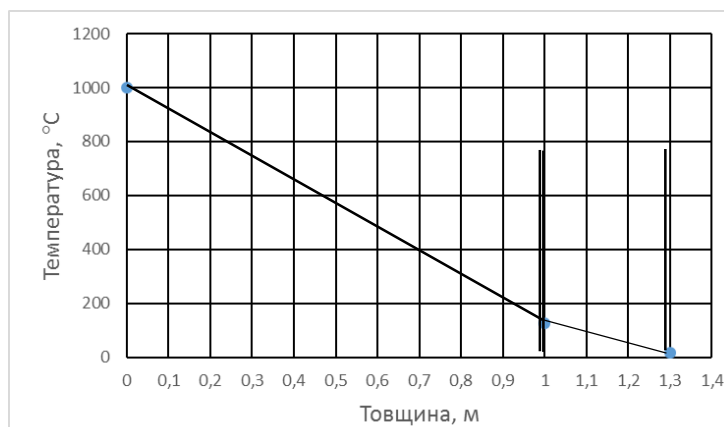

Рис.4 – Розподіл температури в двошаровій пласкій стінці
2.2.7. *Задача:* Визначити питомий тепловий потік через пласку стінку з шамотної цегли, товщиною $\delta_1=1$ м, якщо температура зовнішніх поверхонь $t_{c1}=1000^\circ\text{C}$, $t_{c2}=125^\circ\text{C}$, яка вкрита шаром теплоізоляції з шлаковати $\delta_2=0,3$ м, температура зовнішньої поверхні теплоізоляції $t_{c3}=17^\circ\text{C}$ (рис.4).